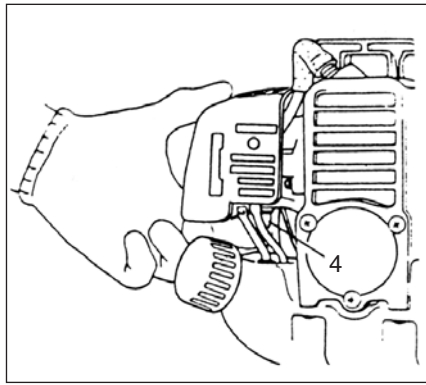
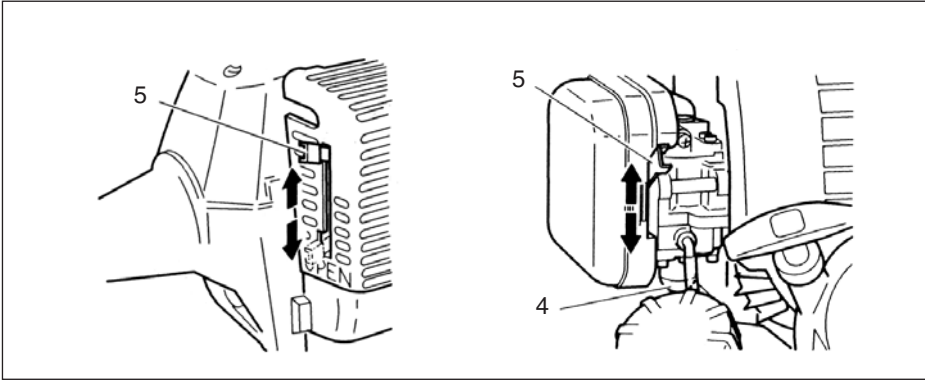

Fig.2-6
Fig.2-7
1. Placer le commutateur marche-arrêt (1) en position marche (ON).
- * Presser la poire d'amorçage (4) à plusieurs reprises pour que le carburant puisse s'écouler de la poire ou le tuyau de retour. (Si la machine en est munie) (Fig. 2-6, 7)
2. Tout en appuyant sur le levier de sécurité (2) (s'il en est muni), presser la gâchette de commande des gaz et enfoncer le bouton de blocage de la commande des gaz (3). Relâcher ensuite lentement la gâchette de commande des gaz en premier, puis le bouton de blocage de la gâchette de commande des gaz. Ceci verrouillera le papillon de commande des gaz sur la position de démarrage.
3. Régler le levier de starter sur la position CLOSED (5). (Fig. 2-7)